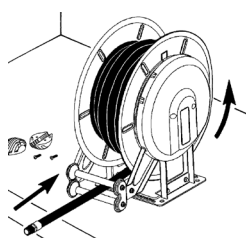

FIG 1
1. Remove the hose rubber stopper and release the hose slowly until the spring is completely unloaded. Fig.1.
1. Lossa slangstoppet och frigör fjäderspänning försiktigt genom att släppa in slangen genom slangstyrningen och försiktigt rotera trumman baklänges tills all kraft försvunnit från fjädern. Fig.1.
WARNING! Disassembly of the spring is only permitted to the staff who is suitable skilled and authorized by the manufacturer. The spring which allows to rewind the hose is placed inside a proper housing centre which is joint to the drum. Make sure that the rewinding system is totally unloaded and that the drum is free. See "Replacement of Hose". Fig. 1.
Varning! Isärtagning och byte av fjäderkassett får endast utföras av utbildad personal som godkänts av leverantören. Fjäders är placerad i en kassett som i sin tur är monterad inuti slangupprullarens trumma. Se till att fjädern är helt frigjord och att den inte har någon spänning kvar. Se "Byte av slang" Fig. 1.